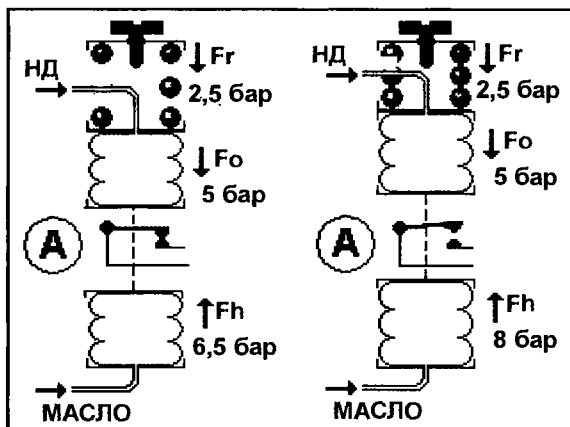

Рис. 101.5.
▶ Если давление на выходе из масляного насоса составляет, например, только 6,5 бар, перепад давления на нем равен $6,5 - 5 = 1,5$ бар (см. схему слева на рис. 101.5). Эта разность меньше настройки пружины и контакт А остается замкнутым.
▶ С другой стороны, если перепад давления на насосе выше настройки пружины (например, $8 - 5 = 3$ бара, см. правую схему на рис. 101.5), контакт А размыкается.